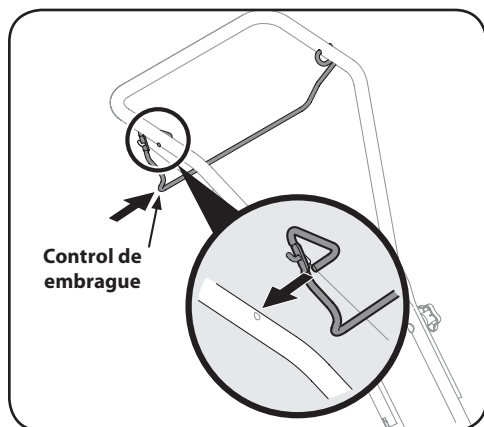

Figura 3-7
6. Apriete el control del embrague de los dientes hacia adentro. Inserte el extremo derecho dentro del agujero que se encuentra en el lado derecho de la manija superior. Consulte la Figura 3-7.